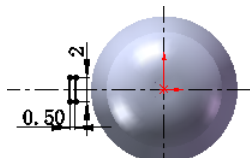

图 3.31.11 草图 6
Step10. 创建图 3.31.11 所示的草图 6。选择下拉菜单 **插入(I)** → **草图绘制** 命令，绘制图 3.31.11 所示的草图。